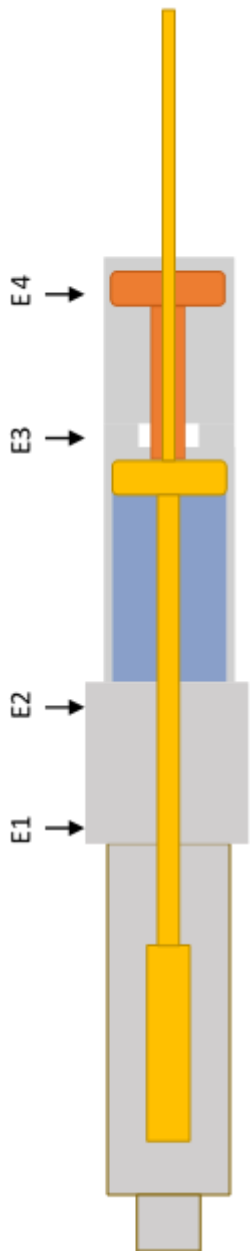

Abbildung 3
• **Füllinjektor öffnen, Kavität befüllen (→Abbildung 3).**